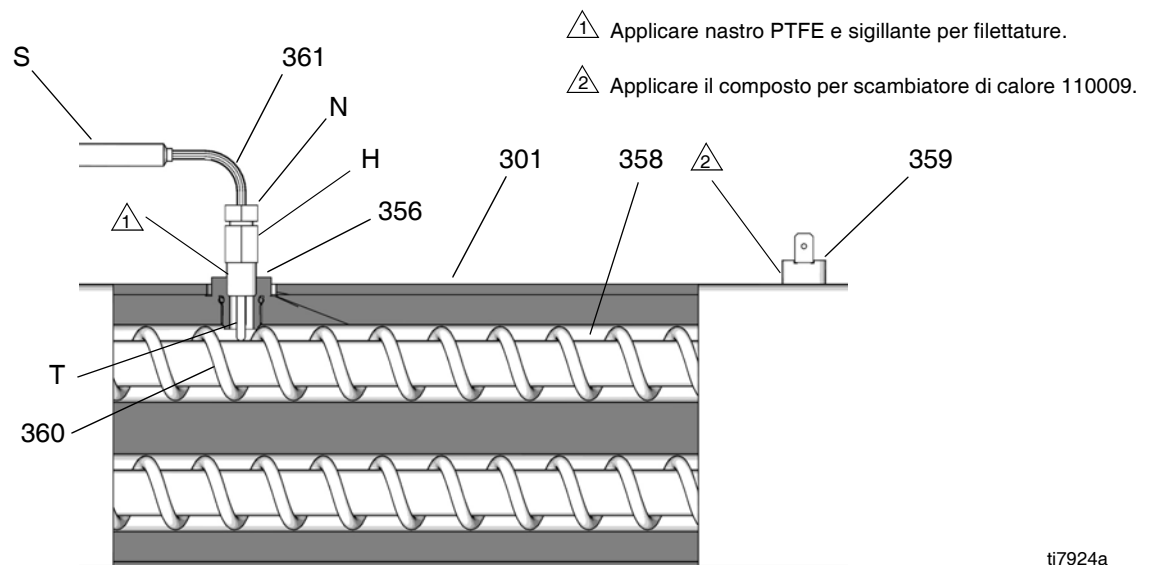

FIG. 8: Termocoppia
7. Vedere FIG. 8. Allentare il dado della ghiera (N). Rimuovere la termocoppia (361) dal corpo del riscaldatore (351), quindi rimuovere il corpo della termocoppia (H). Non rimuovere l'adattatore della termocoppia (356) a meno che non sia necessario. Se occorre rimuovere l'adattatore, assicurarsi che il miscelatore (360) si trovi lontano durante la sostituzione.
8. Sostituire la termocoppia, FIG. 8.
- a. Rimuovere il nastro protettivo dall'ugello della termocoppia (T).
- b. Applicare nastro in PTFE e sigillante per filettature alle filettature maschio, quindi serrare il corpo della termocoppia (H) sull'adattatore (356).
- c. Premere la termocoppia (361) in modo che l'ugello (T) tocchi l'elemento del riscaldatore (358).
- d. Tenendo la termocoppia (T) rivolta contro l'elemento del riscaldatore, serrare il dado della ghiera (N) di un altro 1/4 di giro dopo aver stretto manualmente.
9. Inserire i fili (S) nel quadro e formare un fascio come spiegato in precedenza. Ricollegare i fili alla scheda.
11. Accendere simultaneamente i riscaldatori A e B a scopo di prova. Le temperature devono aumentare alla stessa velocità. Se un riscaldatore è presenta valori più bassi, allentare il dado della ghiera (N) e serrare il corpo della termocoppia (H) per assicurare che l'ugello della termocoppia (T) tocchi l'elemento (358).
5. Scollegare un filo conduttore dall'interruttore di sovratemperatura (359), FIG. 8, pagina 33. Controllare l'interruttore mediante un ohmmetro. La resistenza deve essere di circa 0 ohm.
6. Se il test dell'interruttore ha esito negativo, rimuovere i fili e le viti. Smaltire l'interruttore guasto. Applicare la pasta termoconduttiva codice 110009, installare un nuovo interruttore nello stesso punto sul corpo (351) e fissare con le viti (311). Ricollegare i fili.